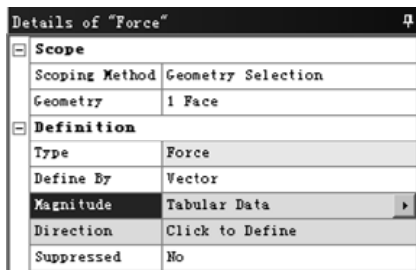

图 5.2.8 “Details of ‘Force’”对话框（二）
- **Tabular (Time)** 选项：选中该选项，用于定义一个表格类型的载荷，此时的对话框如图 5.2.8 所示，在图 5.2.9 所示的 Tabular Data 数据表（一）中定义表格数据。